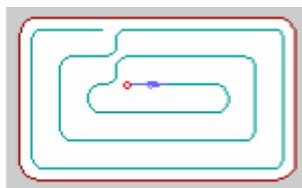

Рис. 18. Тип обработки «Эквидистанта»
1. **Эквидистанта** (рис. 18) — эквидистантная обработка от центра к границам конструктивного элемента.